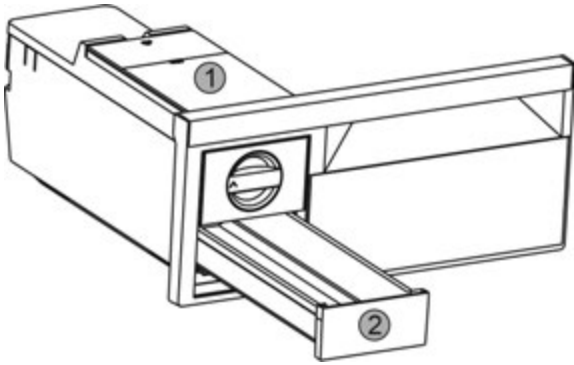

Fig. 79
- ▶ Зняти бак для води Fig. 79 (1) та висувний ящик для виробництва кубиків льоду Fig. 79 (2).